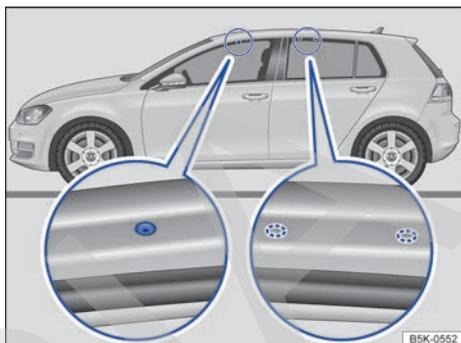

Fig. 171 Puntos de fijación para los soportes básicos.
Los orificios para fijar el soporte básico delantero se encuentran en la parte inferior de los largueros del techo y van cerrados con tornillos de plástico → fig. 171 (imagen ampliada izquierda) que hay que desenroscar antes de comenzar con el montaje.
Las marcas para fijar el soporte básico trasero se encuentran en la parte inferior de los largueros del techo → fig. 171 (imagen ampliada derecha).
- Monte los soportes básicos únicamente en los orificios y las marcas que aparecen señalados en la ilustración → fig. 171.